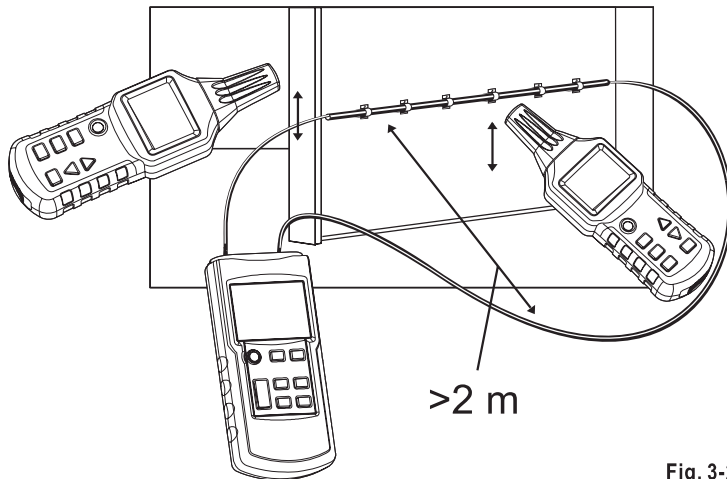

Fig. 3-2-4
- Anslut sändaren på det sätt som visas i Fig.3-2-4;